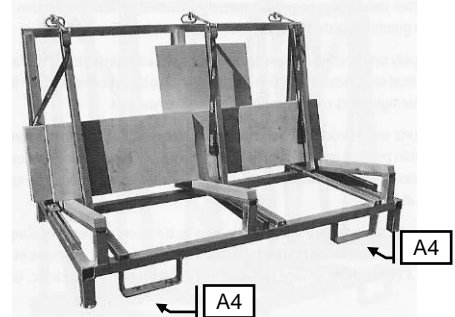

Abbildung 5.4 – Transport mit dem Stapler
- Um die Transportpalette verstellbar gegen verrutschen und kippen zu sichern, können die Staplertaschen siehe Abbildung 5.4 verwendet werden.